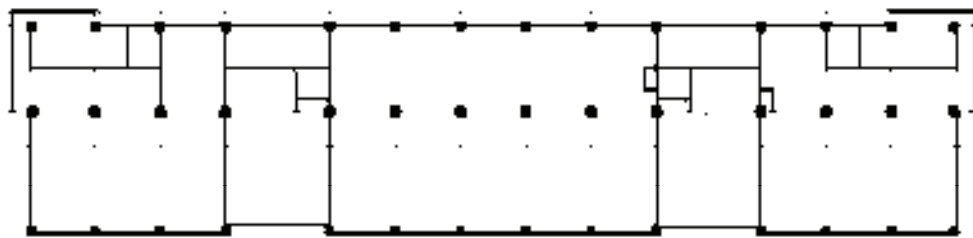

图 15-11 绘制标准柱
6) 在“标准柱”对话框中将柱子的横向、纵向参数修改为 700，绘制标准柱的结果如图 15-11 所示。